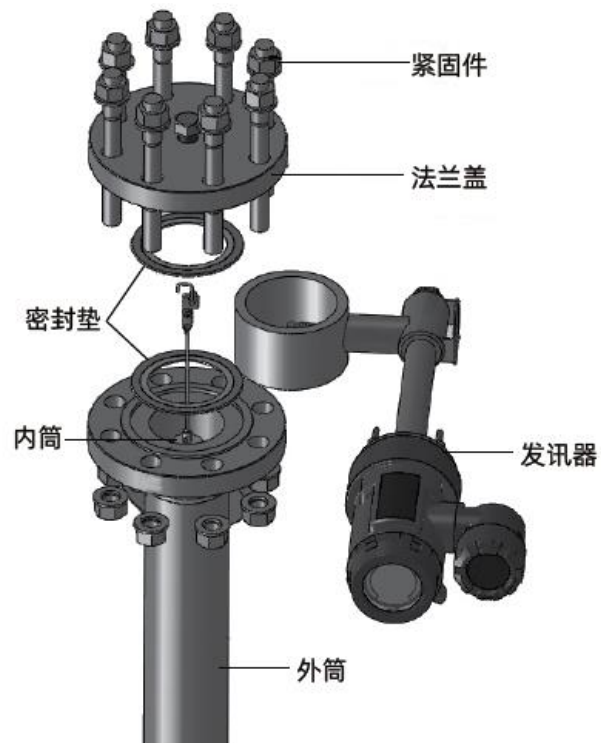

图 7 安装
6.2.2 发讯器与内筒安装：用手提着内筒上的连接器拉环（图 6），把连接器套入发讯器杠杆顶端，再将拉环转到闭锁位置，内筒即被锁在杠杆上（图 7）。
6.3 安装操作过程-图 7